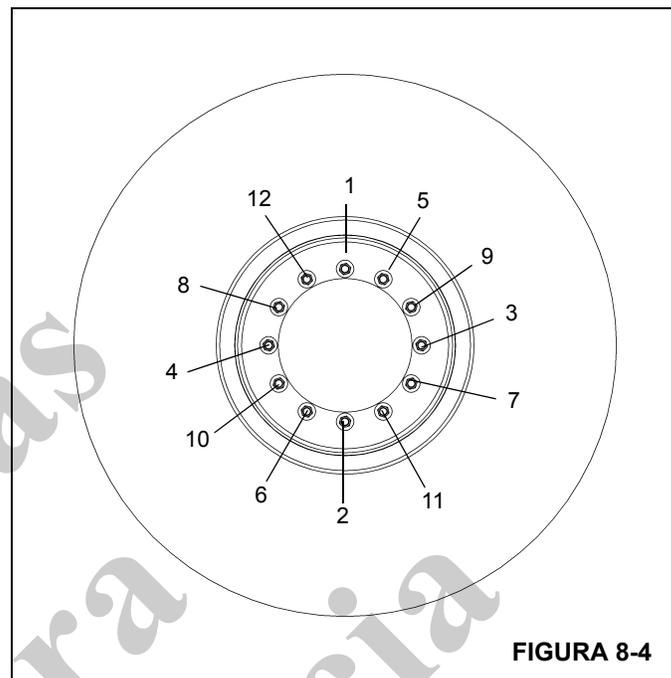

FIGURA 8-4
1. Posicione o conjunto da roda nos prisioneiros de montagem, tendo o cuidado de não danificar as rosca. Instale as porcas parafuso e aperte-as com um torque de 50 lb-pé (68 Nm) na sequência mostrada na (Figura 8-4).
3. Aperte as porcas parafuso com um torque de 340 a 360 lb-pé (461 a 488 Nm) na sequência mostrada na (Figura 8-4).